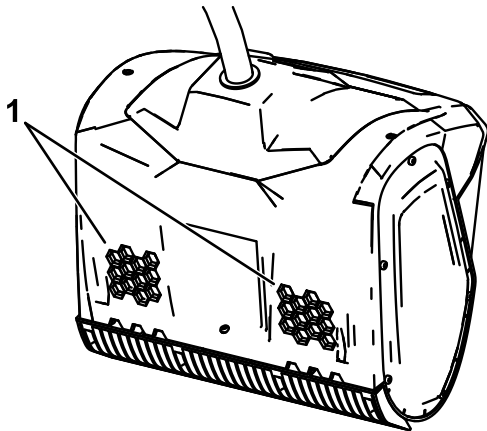

Figura 8
1. Compruebe que los orificios de ventilación de la parte trasera de la máquina están libres de nieve o hielo (Figura 8).